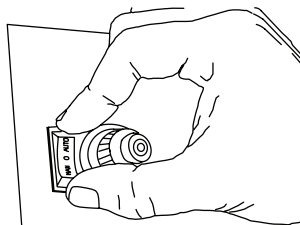

Figura 16 - Instale el interruptor oscilante
17. Empuje el interruptor oscilante en el panel de control (consulte Figura 16).